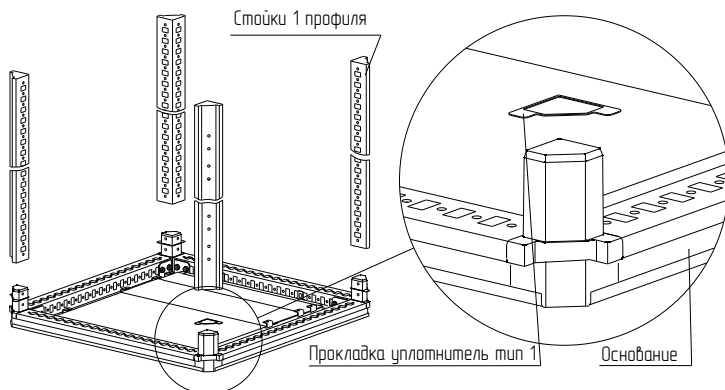

Рисунок 1
4.1.3 Наденьте сверху на основание четыре «Прокладки уплотнитель тип 1» и «Стойки 1 профиля» (Рисунок 1).